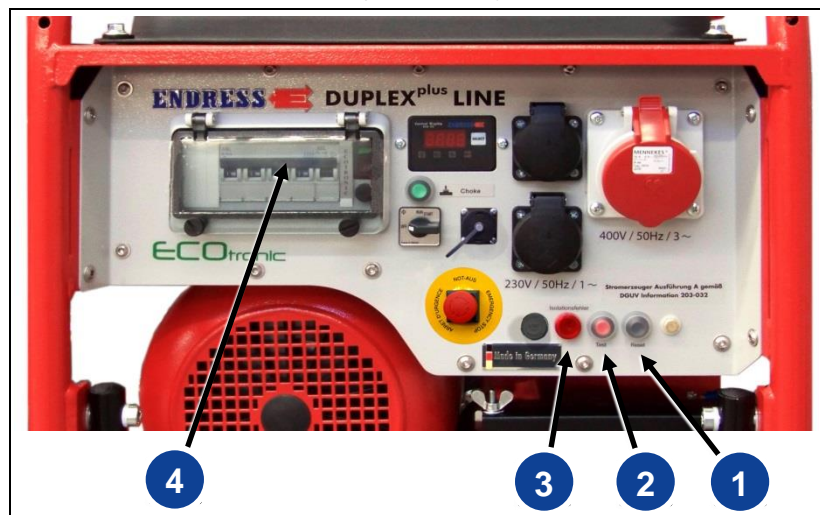

Fig. 5-2: Control del aislamiento
3. Pulse el botón de comprobación (Fig. 5-2-(2))
- ✓ La lámpara (Fig. 5-2-(3)) y la posición del interruptor de protección de cables (Fig. 5-2-(4)) muestran el resultado:
- 1. Tras la comprobación se tiene que presionar el botón de reset (véase Fig. 5-2-(1)) y pasar el interruptor de protección de cables a la posición 1 para volver a poner en funcionamiento el aparato.
- ✓ La lámpara (consulte Fig. 5-2-(3)) y la posición del interruptor de protección de cables muestran el resultado:
- 2. Tras apagar el consumidor y separar la conexión de enchufe, se tiene que presionar el botón de reset (véase Fig. 5-2-(1)) y pasar el interruptor de protección de cables a Pos. 1 para volver a poner en funcionamiento el aparato.
- ✓ El interruptor automático (Fig. 5-2-(4)) se suelta (Pos. 0).